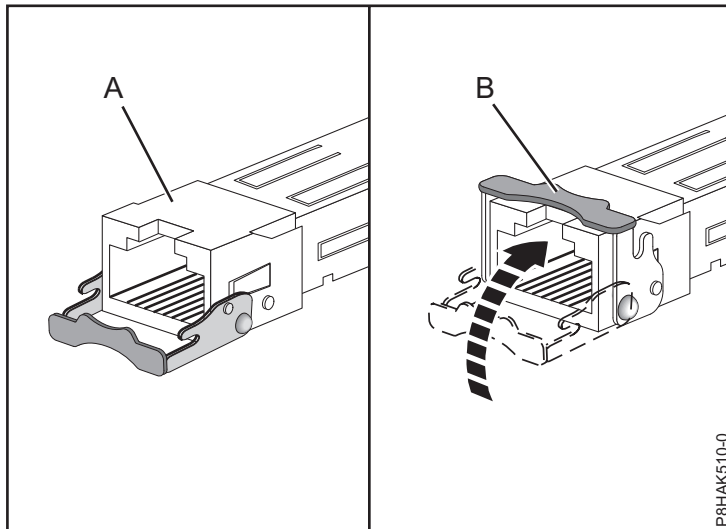

Figura 53. Sustitución de los transceptores SFP en el adaptador
- b. Deslice el transceptor (A) para insertarlo en el hardware del adaptador.
- c. Con el pestillo (B) en la posición de abierto, empuje el pestillo girándolo hacia arriba y hacia la tarjeta, como se muestra en la Figura 53 en la página 55.